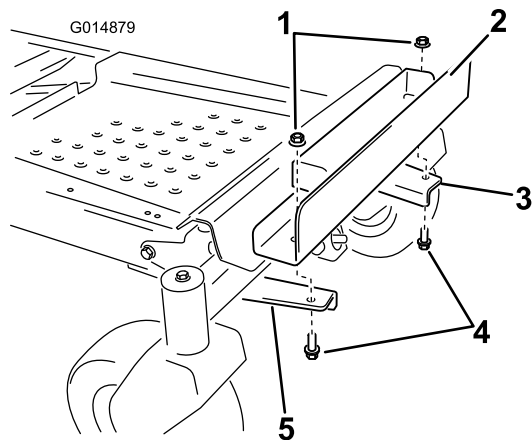

Figura 8
5. Installate la staffa di supporto della zavorra sulla staffa di montaggio (Figura 8). Allineate i fori interni della staffa alle staffe di montaggio precedentemente installate. Accertatevi che la staffa sia in posizione centrale rispetto al telaio. Serrate i due bulloni (3/8 x 1 pollice) e i due dadi di bloccaggio (3/8 pollice).